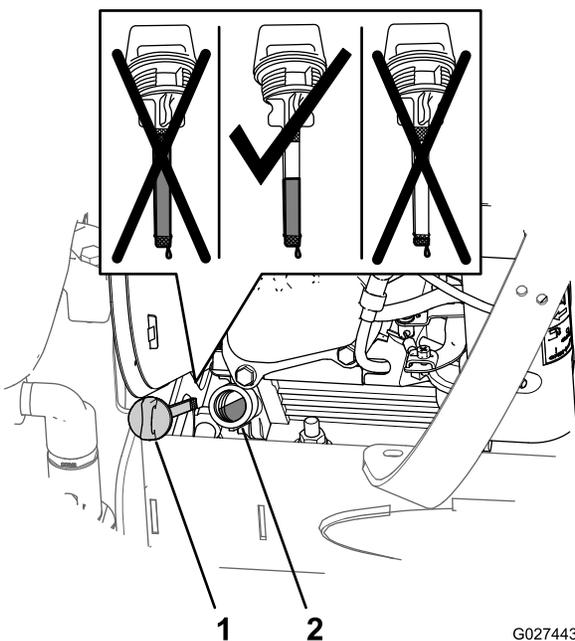

Figura 61
- Retire la varilla del cuello de llenado en el motor y limpie la varilla con un trapo (Figura 61).
- Vierta lentamente 1.1 l (1.2 cuartos de galón US) de aceite del tipo especificado en el cárter del motor por el cuello de llenado (Figura 61).
- Retire la varilla del cuello de llenado y observe el nivel de aceite en la varilla (Figura 61).
Nota: El nivel del aceite del motor debe estar entre las zonas sombreadas de la varilla (Figura 61).
- Introduzca la varilla en el cuello de llenado y apriete la varilla a mano (Figura 61).